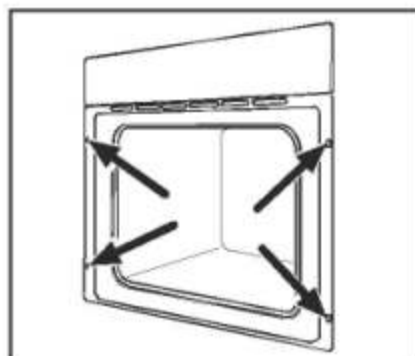

Рис. 29
- Откройте дверцу духового шкафа и закрепите его в нише при помощи четырех шурупов, вставив их в имеющиеся отверстия в раме духового шкафа (см. рис. 29).